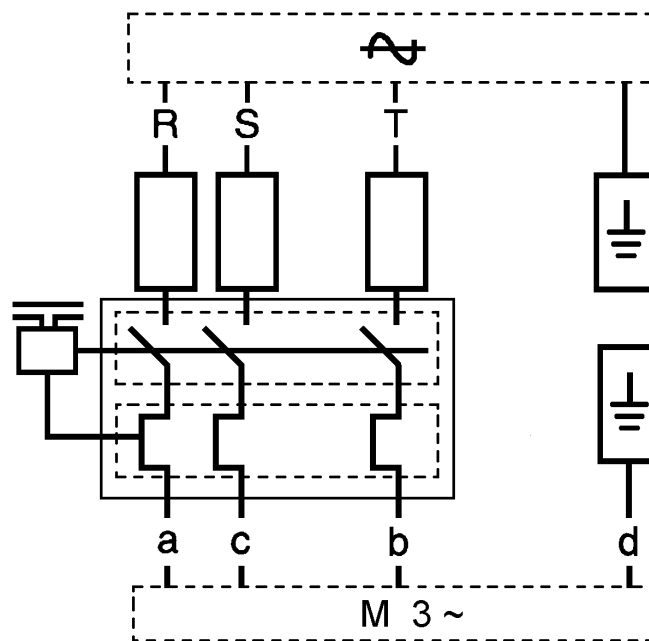

Рис. 3
- Соединения мотора (рис. 3/4) : a = черный, b = синий, c = коричневый, d = зеленый/желтый
- Прямой запуск: (см. рис. 3)